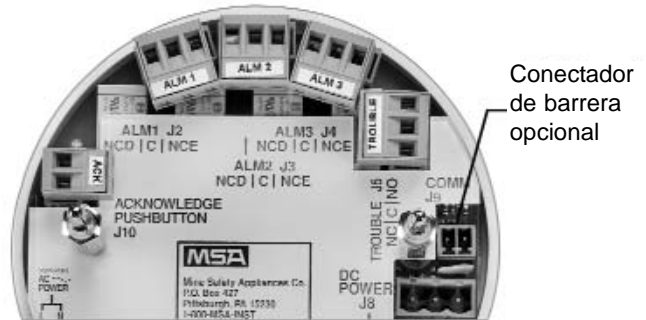

Figura 3
7. Conecte el botón pulsador de reconocimiento opcional (J10) y/o los relés opcionales (FIGURA 3).
8. Conecte la barrera HART opcional a J9 (FIGURA 3).